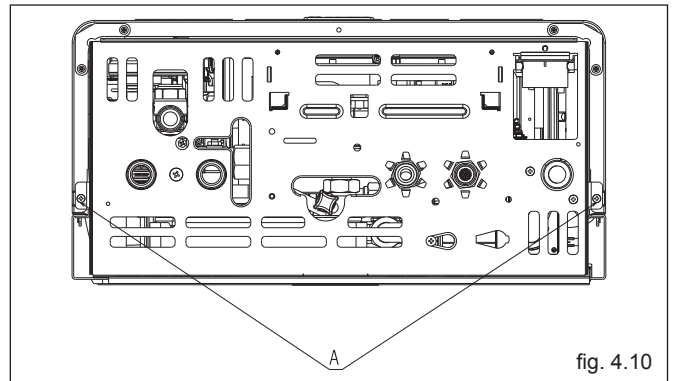

fig. 4.10
- Rimuovere il mantello svitando le viti di fissaggio **A** (fig. 4.10)